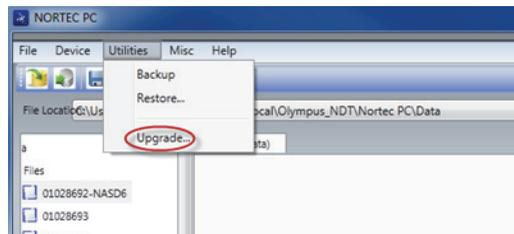

Рис. 6-12 Меню Utilities (Утилиты обновления)
- В меню **Utilities** (Утилиты обновления) NORTEC PC выберите **Upgrade** [Обновить] (см. Рис. 6-12 на стр. 324).